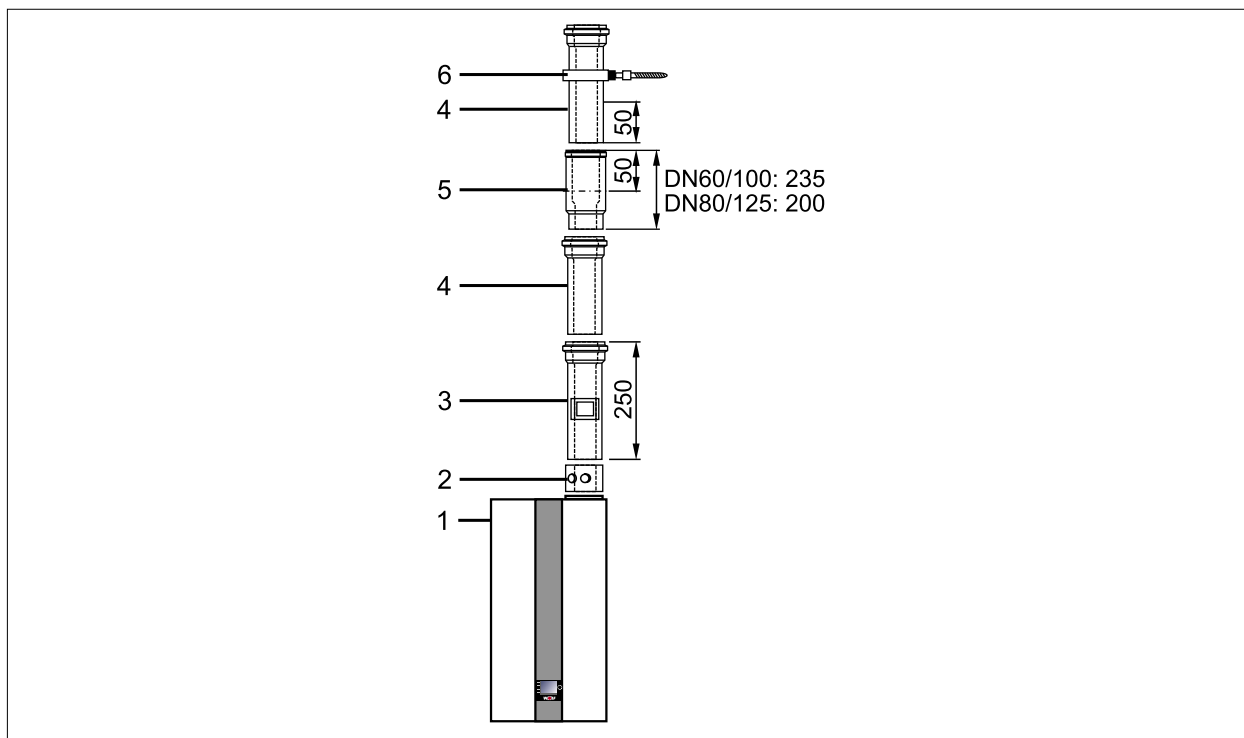

Fig. 5.12 Esempio di sistema di aspirazione aria/scarico fumi [mm]
- Montare l'attacco dell'apparecchio con apertura di misurazione fumi (2) (Fig. 5.12) all'attacco della caldaia (1).
- Spingere il sezionatore (6) (Fig. 5.12) fino all'arresto nel manicotto precedente (5).
- Spingere il successivo condotto di aspirazione aria/scarico fumi (4) per 50 mm nel manicotto del sezionatore (5).